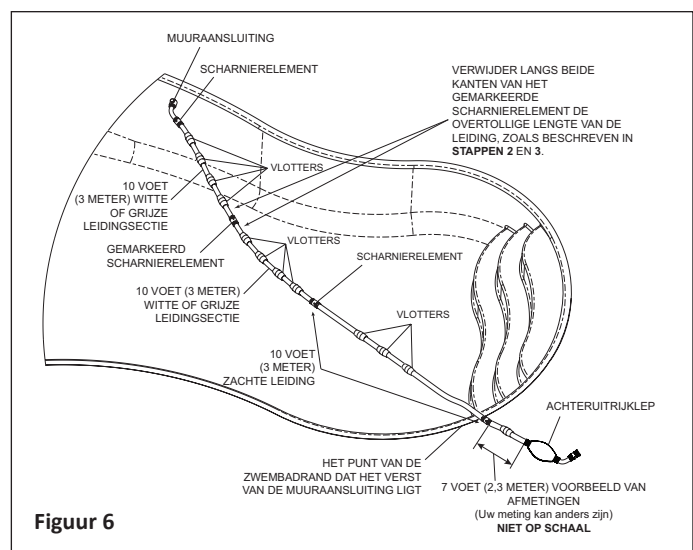

Figuur 4
2. Als het zwembad minder dan 10 voet [3 m] diep is, maakt u de zachte, lichtgrijze hoofdleiding, sectie een, van de achteruitrijklep los. Snijd de hoofdleiding zo door dat de lengte ervan met de achteruitrijklep gelijk is aan het diepste punt van het zwembad. Zie **Figuur 4**.